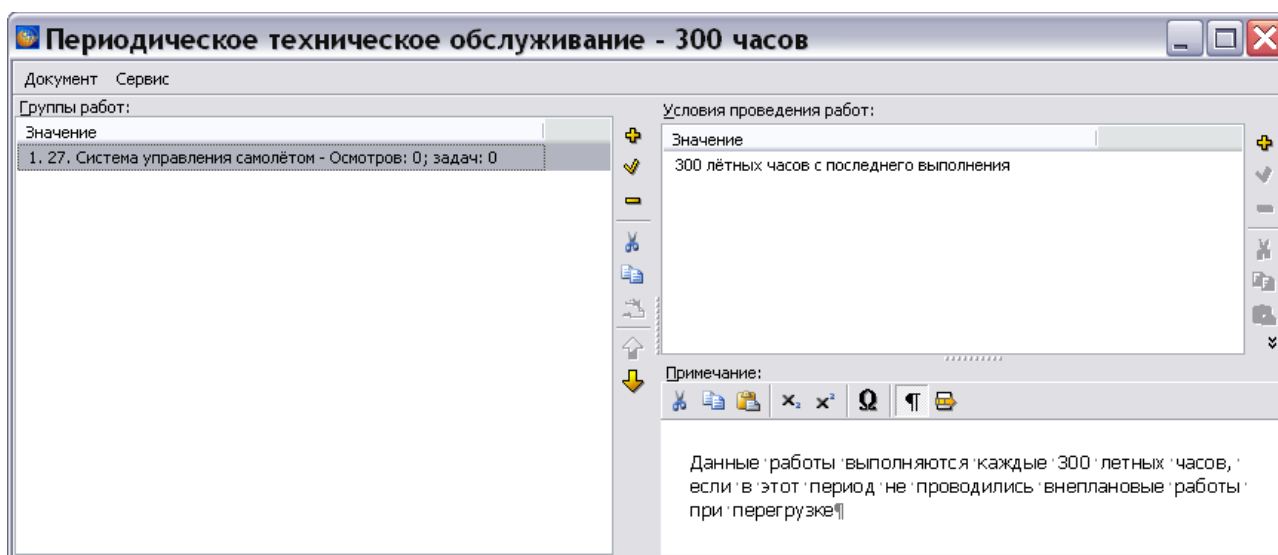

Рис. 9.91
2. В окне **Примечание** введите текст (Рис. 9.91).